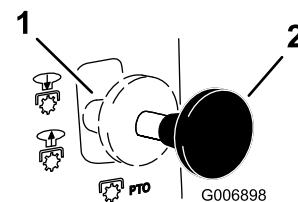

Bild 7
2. Stellen Sie den Zapfwellenantrieb (ZWA) auf „Ein“ (Bild 7).
2. Stellen Sie den Zapfwellenantrieb (ZWA) auf „Aus“ (Bild 7).
3. Stellen Sie den Zapfwellenantrieb (ZWA) auf „Aus“ (Bild 7).